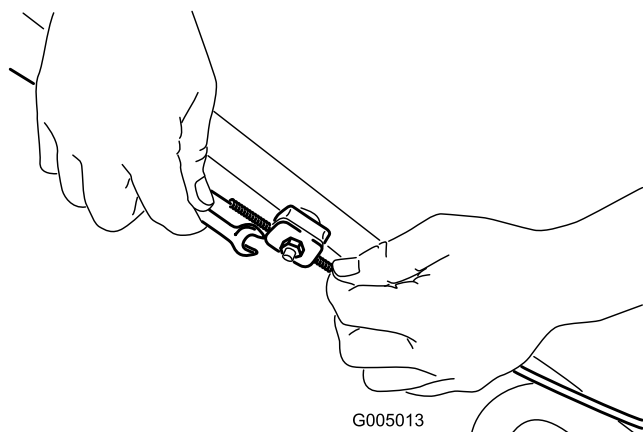

Figure 32
1. Desserrez l'écrou du support de guidage du câble (Figure 32).